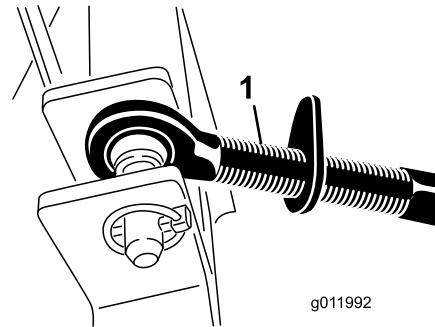

Figura 5
1. Collegate l'attacco superiore ai fori nella staffa del soffiatore e fissatelo con un perno con testa e un acciarino (Figura 5).
4. In questa lunghezza più corta dell'albero, le 2 metà dell'albero della PDF devono avere almeno 37 mm di spazio aggiuntivo per rientrare (Figura 5).